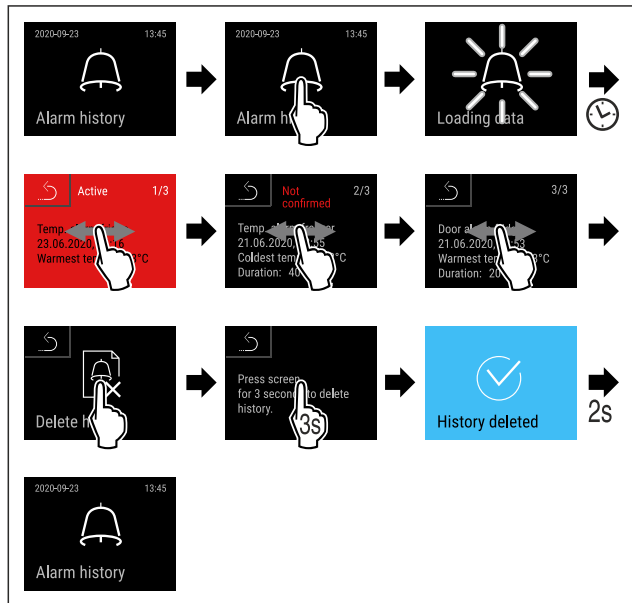

Fig. 166
- ▶ Hajtsa végre a művelet lépéseit (lásd Fig. 166).